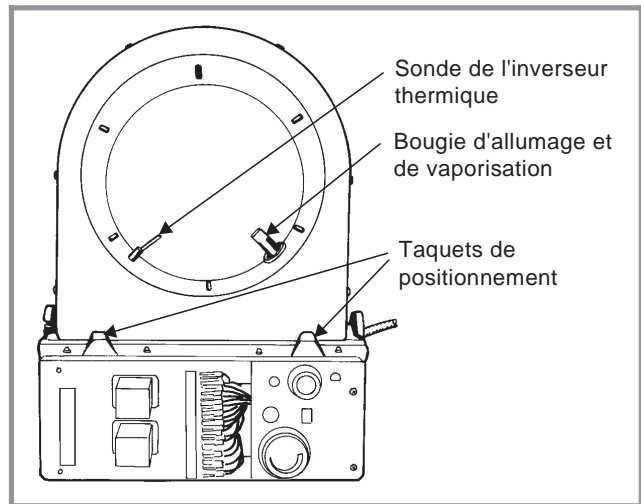

Fig. 19 - Vue de dessus du brûleur
- Vérifier le niveau du brûleur à l'aide d'un niveau à bulle placé sur les taquets de positionnement (fig. 19). Le brûleur doit être légèrement incliné vers la droite (côté bougie d'allumage). Si nécessaire rectifier le niveau en plaçant des cales sous les pieds de la chaudière.